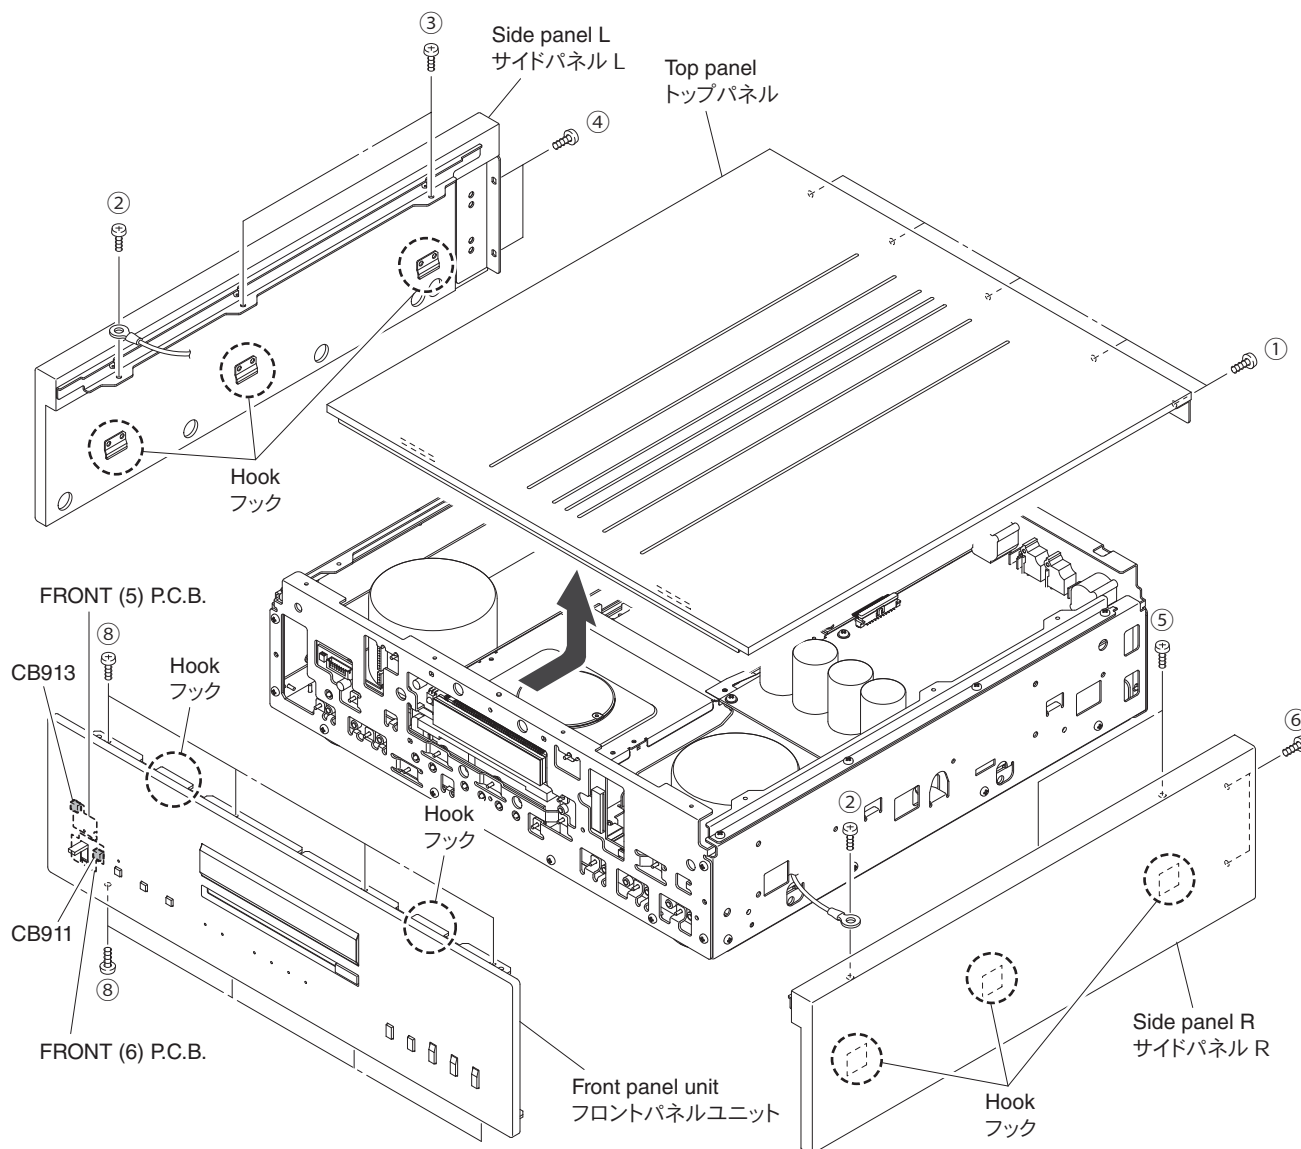

Fig. 1
- Remove 5 screws (①). (Fig. 1)
- Slide the top panel rearward and release 2 hooks. (Fig.1)
- Lift the rear of top panel. (Fig.1)
- Remove 2 screws (②) and disconnect 2 cables. (Fig.1)
- Remove the top panel. (Fig. 1)
- ① のネジ 5 本を外します。(Fig. 1)
- 後方へスライドし、2ヶ所のフックを外します。(Fig. 1)
- 後方を持ち上げます。(Fig. 1)
- ② のネジ 2 本を外し、ケーブル 2 本を外します。(Fig. 1)
- トップパネルを外します。(Fig. 1)
- Remove 2 screws (③) and 2 screws (④). (Fig. 1)
- Lift the side panel L a little, release hooks at 3 locations and then remove the side panel L. (Fig. 1)
- Remove 2 screws (⑤) and 2 screws (⑥). (Fig. 1)
- Lift the side panel R a little, release hooks at 3 locations and remove the side panel R. (Fig. 1)
- ③ のネジ 2 本、④ のネジ 2 本を外します。(Fig. 1)
- サイドパネル L を少し持ち上げ、3ヶ所のフックを外し、サイドパネル L を外します。(Fig. 1)
- ⑤ のネジ 2 本、⑥ のネジ 2 本を外します。(Fig. 1)
- サイドパネル R を少し持ち上げ、3ヶ所のフックを外し、サイドパネル R を外します。(Fig. 1)
- Close the disc tray by pushing its front. (Fig. 1)
- Remove CB911. (Fig. 1)
- Remove 8 screws (⑧). (Fig. 1)
- Remove the front panel forward gradually. (Fig. 1)
- Remove CB913. (Fig. 1)
- ディスクトレイの前方を押し、ディスクトレイを閉じます。(Fig. 1)
- CB911 を外します。(Fig. 1)
- ⑧ のネジ 8 本を外します。(Fig. 1)
- フロントパネルを前方へゆっくり外します。(Fig. 1)
- CB913 を外します。(Fig. 1)